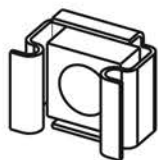

Рисунок 4
4.4.1 Закрепите уголки вертикальные в соответствии с 4.3, установите гайки кузовные М6 (рисунок 4) в передние прямоугольные отверстия уголков вертикальных в количестве и в местах, соответствующих расположению монтажной планки (рисунок 5).